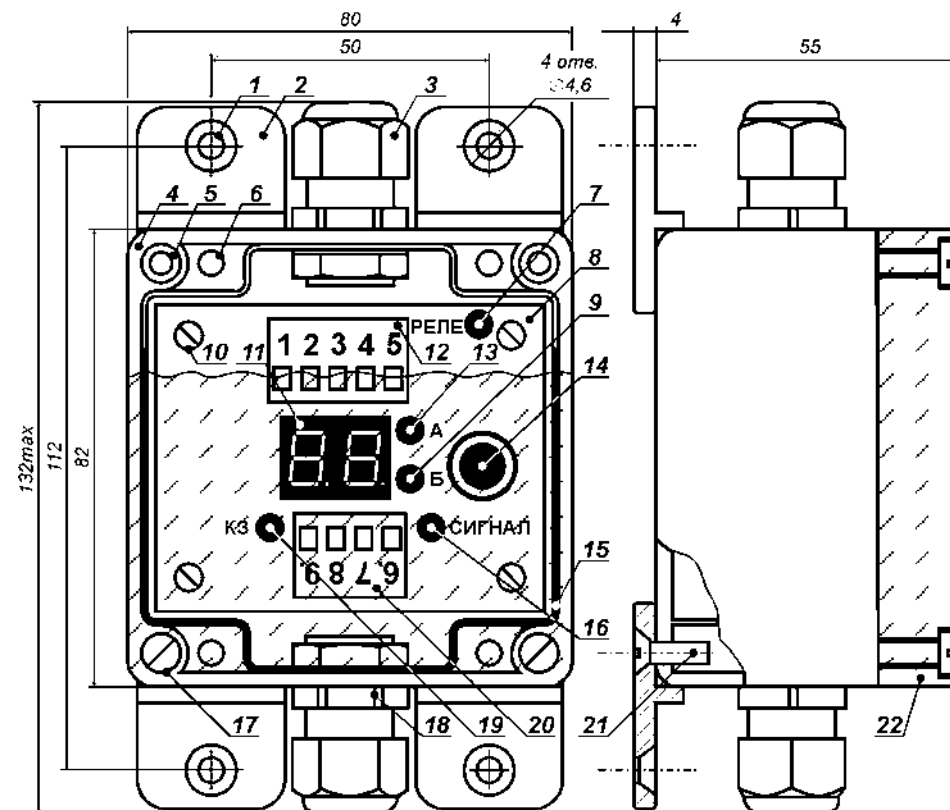
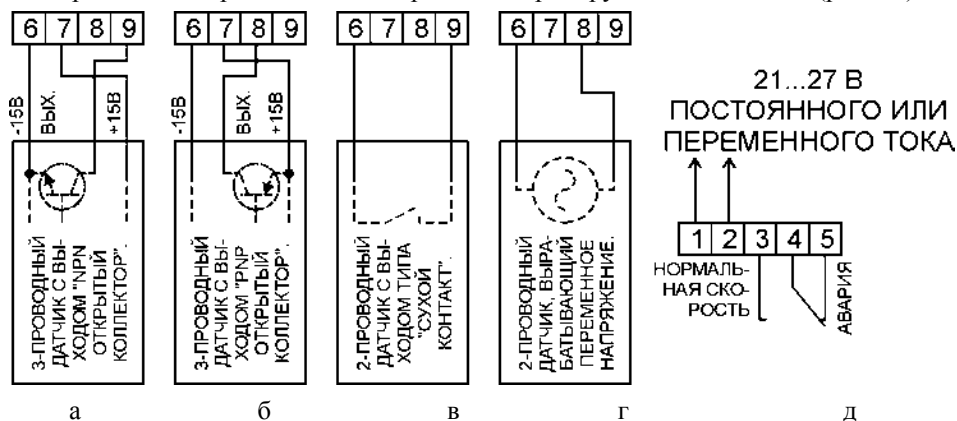

Рис. 1. Конструкция реле скорости РДКС-03АРС.
Рис. 2. Подключение различных датчиков к реле скорости РДКС-03АРС.
Конструкция РС показана на рис. 1. Устройство размещено в пластмассовом корпусе [поз. 4], который закрыт прозрачной крышкой [поз. 22] через уплотнитель [поз. 15] четырьмя винтами [поз. 17]. Винты вворачиваются в резьбовые втулки [поз. 5], запрессованные в стенках корпуса.
- светодиод: «Реле» [поз. 7], показывающий состояние выходных контактов РС. Светодиод горит, когда контакты находятся в положении «Нормальная скорость» (рис. 2д);
РС работает совместно с датчиком любого типа (индуктивным, емкостным, магнитоиндукционным, тахогенераторным, герконовым и пр.), при необходимости обеспечивая его электропитание. Датчик подключается к клеммам 6 – 9 по двух- или трёхпроводной схеме (рис. 2а – 2г), а клеммы 1 – 5 предназначены для подачи на РС рабочего напряжения и блокировки контролируемого механизма (рис. 2д).
На рис. 2а и 2б показана схема подключения к РС типового трёхпроводного индуктивного или емкостного датчика положения с выходом типа «открытый коллектор». Когда движущиеся части механизма попадают в зону его чувствительности, на входе РС формируются электрические импульсы.
На рис. 2в показан пример включения двухпроводного датчика (например, герконового реле). Он формирует импульсы, замыкая свои контакты в момент прохождения вблизи него магнитной «метки», закреплённой на механизме.
Типовые магнитоиндукционные или тахогенераторные датчики механически связаны с конвейером: при его работе они вырабатывают электрическое напряжение. Такие датчики подключаются к РС по схеме, показанной на рис. 2г.
РС крепится четырьмя винтами М4 или саморезами диаметром до 4,5 мм, которые вворачиваются в установочные отверстия [поз. 1 на рис. 1].
Клеммы 3, 4 и 5 используются для блокировки контролируемого объекта, клеммы 1 и 2 служат для подачи на РС напряжения питания, а к контактам 6, 7, 8 и 9 по одной из схем (рис. 2а – 2г) подключается соответствующий датчик.
Контакты реле возвращаются в положение, показанное на рис. 2д, если:
После подачи питания и до нажатия на энкодер [поз. 14 на рис. 1] РС находится в режиме «Работа». Светодиод «А» [поз. 13 на рис. 1] горит, если скорость механизма выше номинальной, а светодиод «Б» [поз. 9 на рис. 1] – если ниже. Цифровое табло [поз. 11 на рис. 1] показывает процент отклонения текущей скорости механизма от номинальной. Если отклонение превысило заданный порог и это превышения длится дольше заданной задержки, то контакты выходного реле РС переходят в положение «Авария» (рис. 2д). При изменении скорости на 50 % и более задержка отсутствует. Цифровое табло отображает зафиксированный процент изменения скорости: если скорость в момент отключения была выше номинальной, то горит светодиод «А», а если ниже – то светодиод «Б». В случае принудительного (минуя контакты РС) пуска механизма, когда его скорость войдёт в допустимый диапазон и пройдёт заданное время задержки, контакты реле вернутся в положение «Нормальная скорость» (рис. 2д).
В режиме «Автонастройка» РС запоминает текущую скорость объекта, в дальнейшем принимая её за номинальную (за 100%). Контакты реле переходят в положение «Нормальная скорость» (рис. 2д) и одновременно мигают светодиоды «А» и «Б». В режиме «Автонастройка» РС ожидает прихода от датчика электрического сигнала: длительность ожидания зависит от скорости механизма. После автоматической настройки РС возвращается в режим «Работа». **Переводить РС в режим «Автонастройка» рекомендуется только после разгона механизма до номинальной скорости.**
- подключить к РС датчик в соответствии с рис. 2а – 2г.
5. Три раза нажав на энкодер, войти в режим «Автонастройка» (должны одновременно мигать светодиоды «А» [поз. 13 на рис. 1] и «Б» [поз. 9 на рис. 1]).